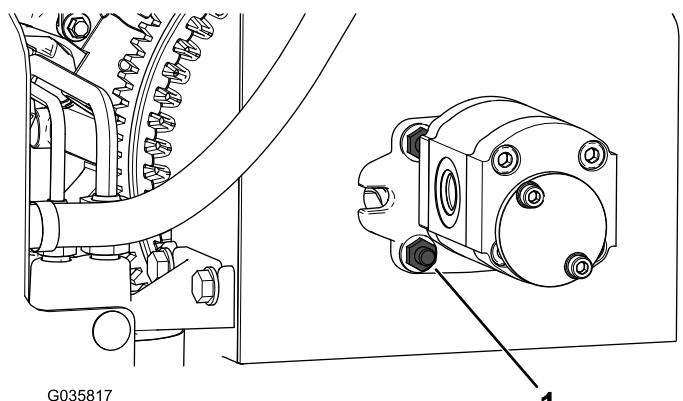

Bild 2
2. Entfernen Sie die vier Schrauben und Muttern an der Hydraulikpumpe (Bild 2).